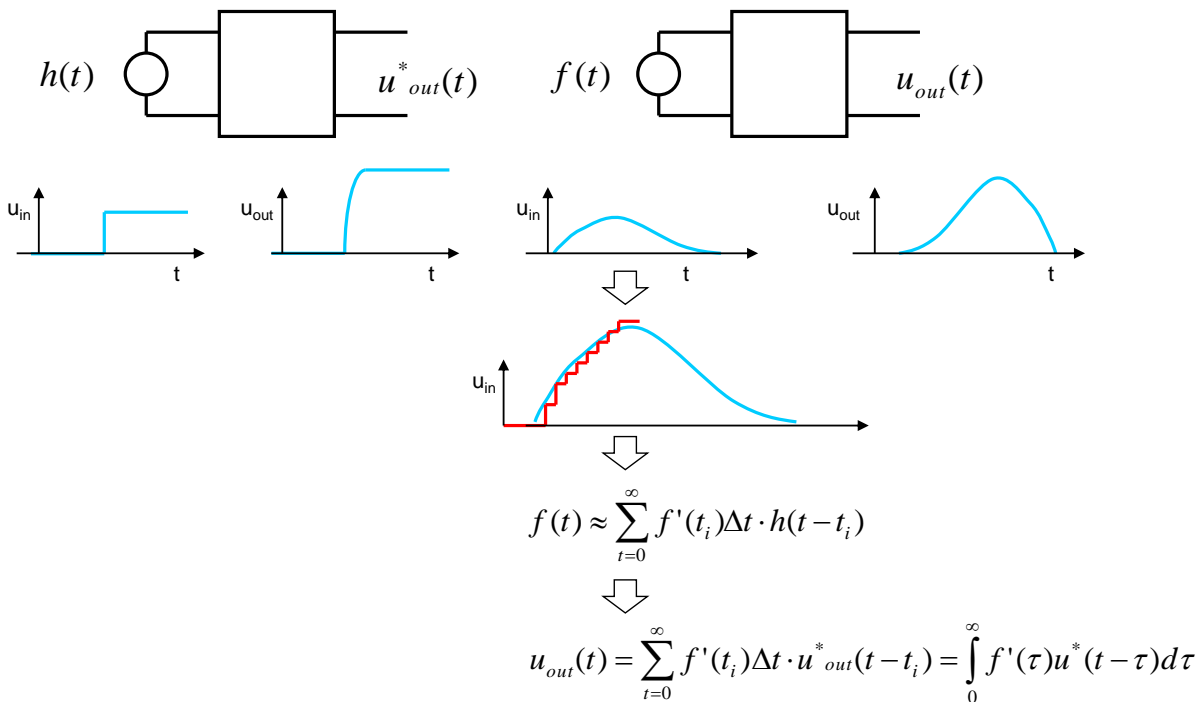

Abbildung 13: Antwort auf beliebige Funktion der Zeit  $f(t)$  kann als Faltung von Sprungantworten und  $df(t)/dt$  berechnet werden.
2. Aus der Sprungantwort  $u^*_{out}(t)$  kann man die Antwort auf jede Funktion  $f(t)$  durch Konvolution (Faltung) von  $u^*_{out}(t)$  und  $df(t)/dt$  berechnen, Abbildung 13.